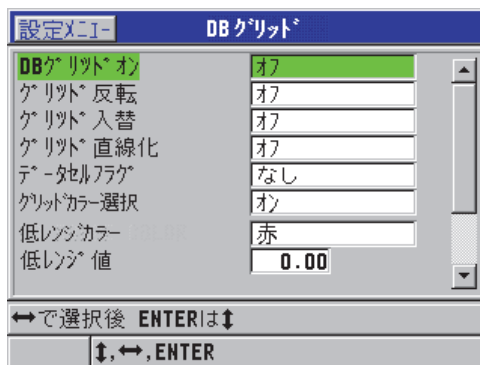

図 9-8 DB グリッドパラメータの変更
2. DB グリッド画面（164 ページの図 9-8 を参照）で、以下の手順を実行します。